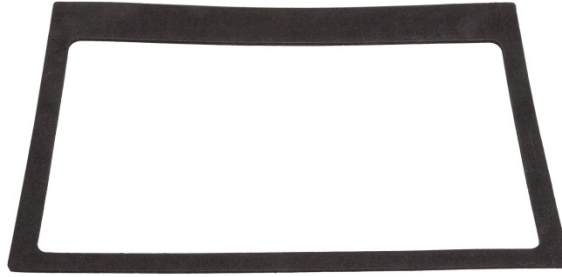

Figure 2-9 : Joint du panneau avant
3. Repérez le joint de montage du panneau avant (Figure 2-9) accompagnant le terminal et retirez le papier de protection afin d'exposer l'adhésif. Collez le joint sur l'arrière du panneau avant du terminal en vous assurant qu'il reste plat et régulièrement espacé sur tous les côtés.